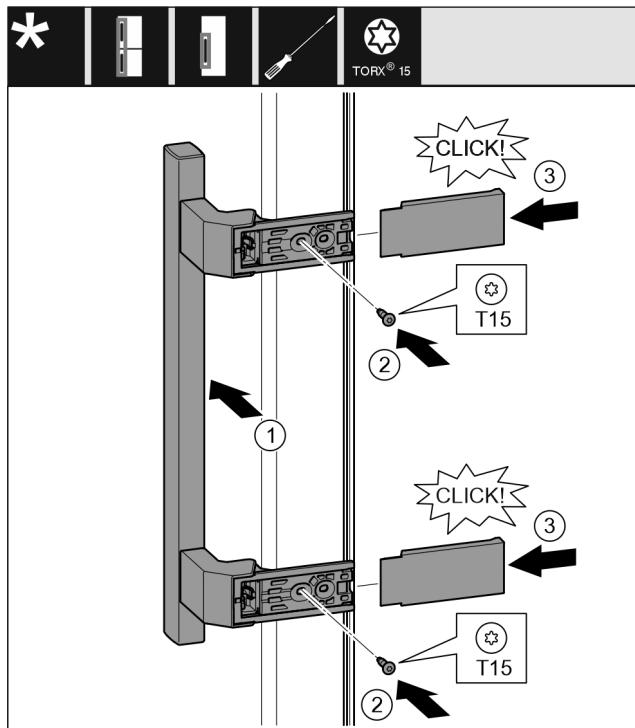

Fig. 17
- Ročaj namestite na nasprotno stran. Fig. 17 (1)
- Trdno privijte vijke z izvijačem T15. Fig. 17 (2)
- Pokrove pristavite ob strani in potisnite gor. Fig. 17 (3)